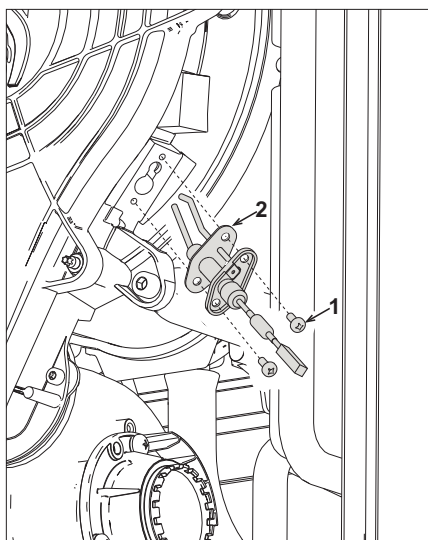

fig. 44
- Para limpiar el intercambiador, es útil quitar el electrodo (fig. 44).